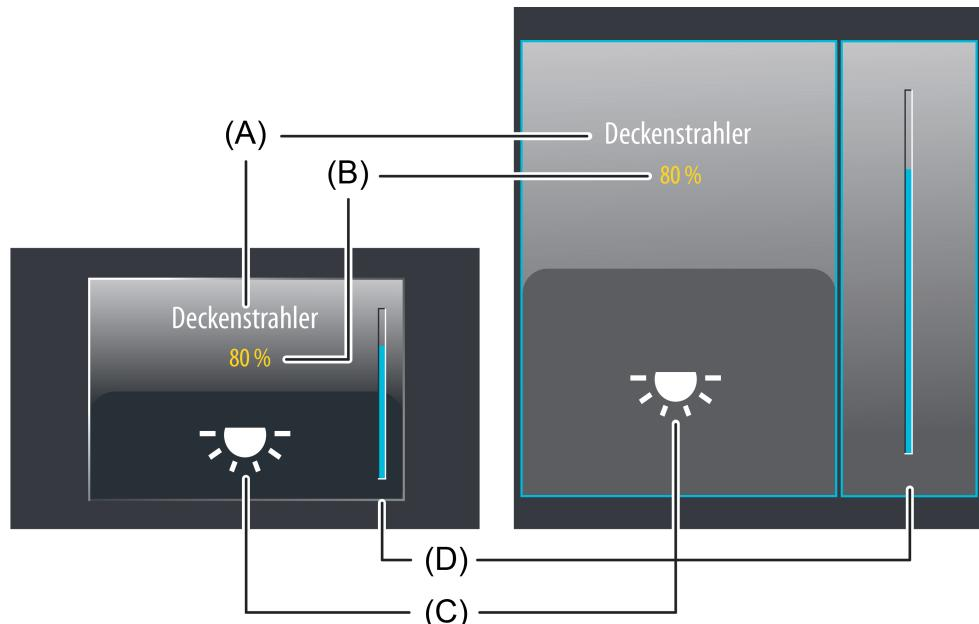

Bild 32: Beispiel für Bedien- und Anzeigeelement der Funktion "Wertgeber" mit einem Datenformat "1 Byte 5.001...5.004"
Der Anzeigebereich enthält verschiedene Darstellungselemente (Bild 32), die durch Parameter beeinflusst werden. Jeder KNX Funktion kann in der Konfigurationssoftware eine Bezeichnung vergeben werden (A). Diese Text-Bezeichnung wird im Anzeigeelement zentriert zur Anzeige gebracht, wodurch steuerbare KNX Funktionen für den Anwender kenntlich gemacht werden (z. B. "Deckenstrahler", "Außenhelligkeit"). Zusätzlich kann unterhalb der Bezeichnung ein Statuswert (B) eingeblendet werden, der entweder abhängig vom Objektwert der Wert-Rückmeldung eines Aktors oder alternativ direkt abhängig von der Wertvorgabe des Bedienelementes Werte im Klartext anzeigt (z. B. "0...255", "0...100%", "0...65535Lux"). Das Datenformat dieser Statuswert-Anzeige wird durch den in der Konfigurationssoftware eingestellten Datentyp und durch das parametrisierte Anzeigeformat bestimmt. Solange nach einem Gerätereset noch kein Rückmeldungs-Objektwert empfangen oder noch kein Wert vorgegeben wurde, zeigt der Statuswert "---" (ergänzt um die Einheit) an.